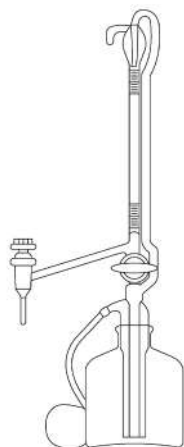

Рис. 171. Автоматическая
2. **Автоматическая микробюретка Пеллета** (рис. 171) комплектуется резервуаром для раствора титранта и резиновой грушей для нагнетания раствора в бюретку. Резервуар снабжен пришлифованной горловиной, в которую вставляется нижний керн бюретки. В верхней части бюретки предусмотрен сифонный слив на уровне нулевого значения. При заполнении бюретки раствор поднимается только до нулевого значения, а излишки через сифон сливаются обратно в резервуар. Чаше